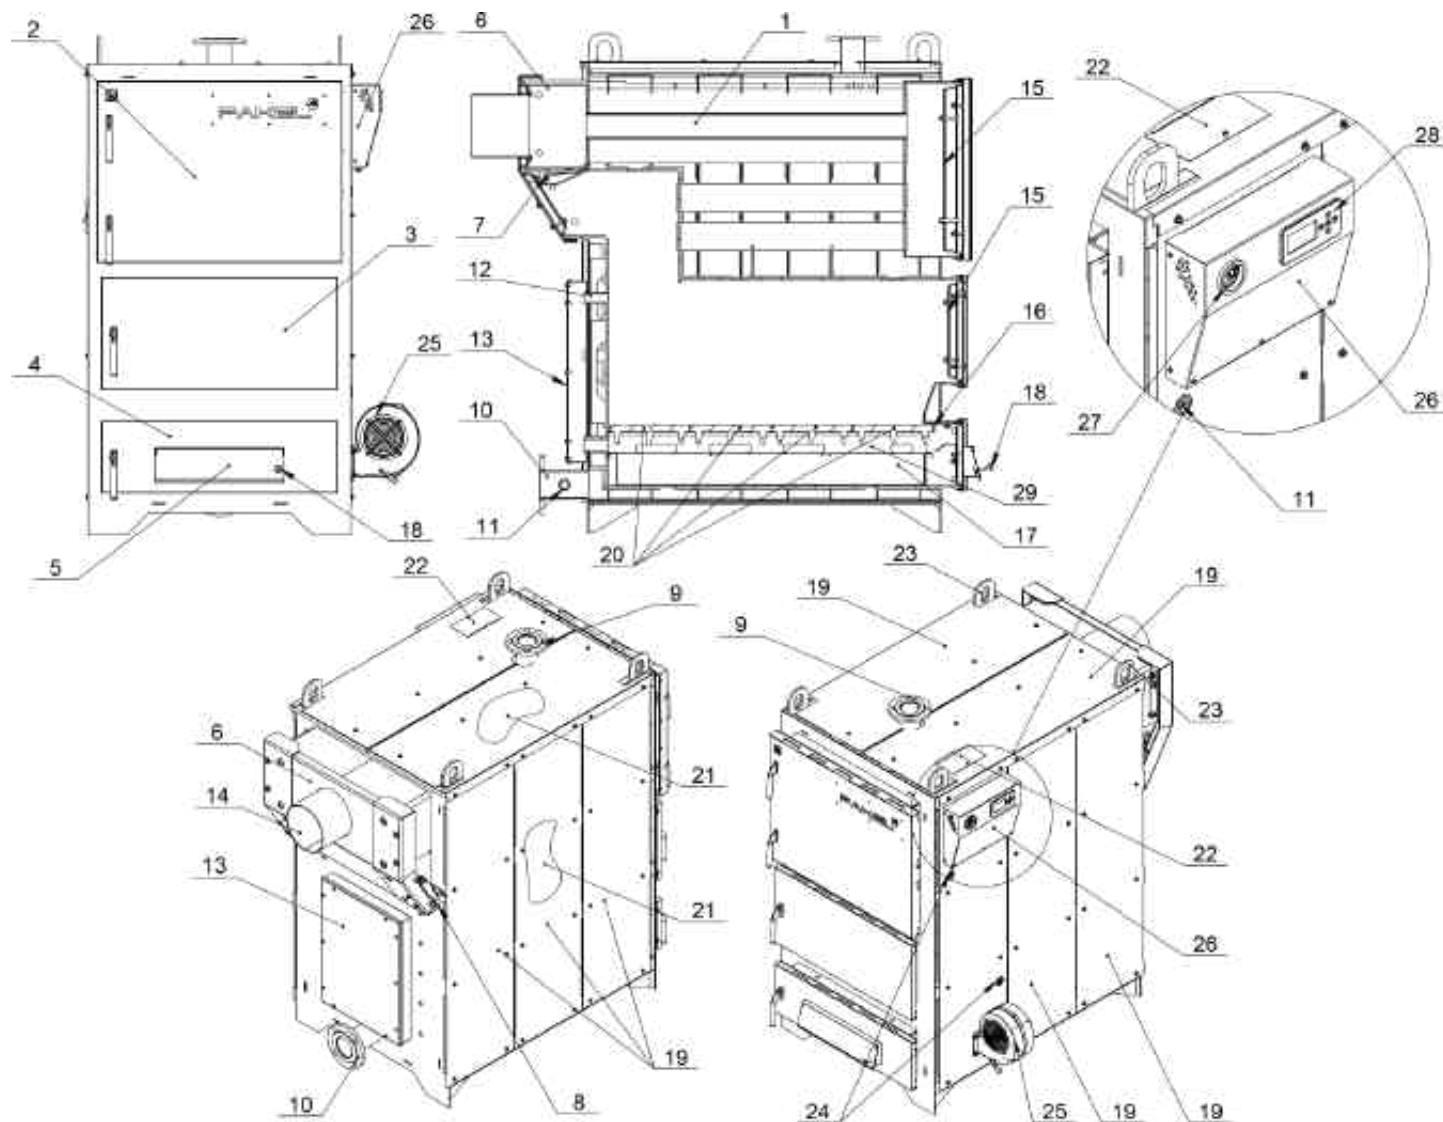
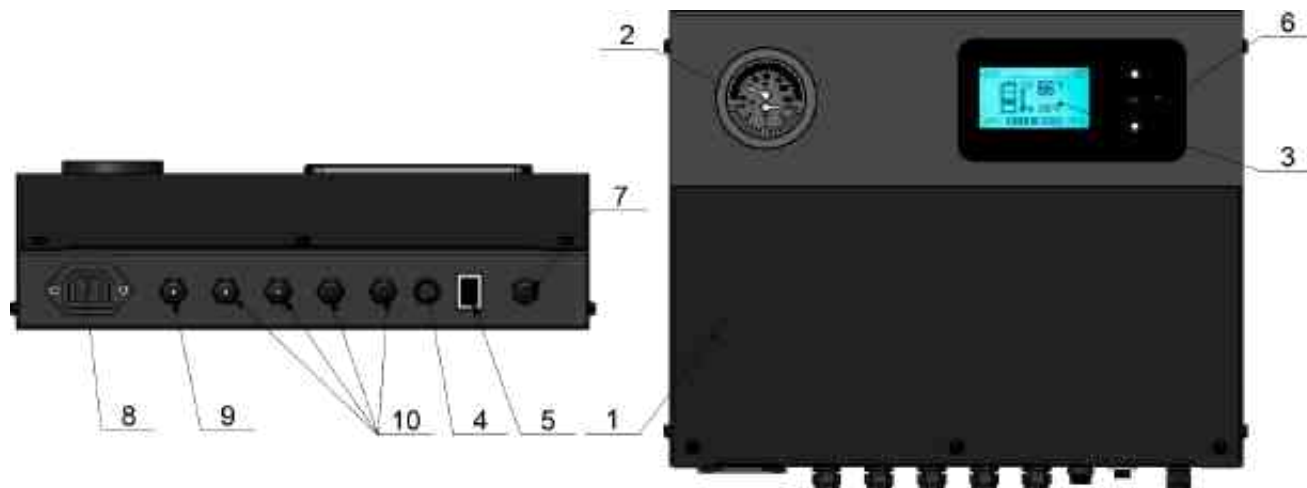

Рис. 1 Устройство котла FAKEL-M
Рис. 2 Панель управления котлом на базе контроллера ecoMAX 260
Основой котла является его корпус. Основными элементами корпуса котла являются камера сгорания и горизонтальный жаротрубный теплообменник (рис.1 поз.1), состоящий из труб конвективного пакета. Камера сгорания котла выполнена из стали толщиной 8 мм. Дымовые газы в котлах серии **FAKEL -М** совершают три хода, проходя по задней стенке котла, а затем по трубам теплообменника котла.
На лицевой части котла установлены загрузочная дверь (рис.1 поз.3), дверь обслуживания теплообменников (рис.1 поз.2) и дверца зольной камеры (рис.1 поз.4). Двери фиксируются с помощью ручек. На задней поверхности котла в зоне разворота топочных газов установлена камера дымовых газов (рис.1 поз.6).
ВНИМАНИЕ! Не допускается эксплуатация котла, с открытой дверцей чистки теплообменников (рис.1 поз.2). **В случае нарушений условий эксплуатации котла, рекламации не принимаются.**
На дверце зольной камеры располагается дверца ручной подачи первичного воздуха (рис.1 поз.5), с ручкой регулировки (рис.1 поз.18).
Пожаробезопасная зольная камера с вместительным зольным ящиком (рис.1 поз.17) удобна при чистке котла.
Наружные поверхности котла облицованы теплоизолирующим материалом (рис.1 поз.21), на основе базальтового волокна и защитно-декоративными панелями (рис.1 поз.19), которые предохраняют владельца котла от контакта с горячими поверхностями корпуса.
Загрузка и дозагрузка топлива в котел производится через загрузочную дверцу (рис.1 поз.3).
При растопке котла и чистке теплообменников предусмотрена заслонка (рис.1 поз.7). Благодаря такому конструктивному решению максимально снижена возможность попадания дыма в помещение, в котором установлен котел.
Патрубок подающей линии (рис.1 поз.9) расположен в верхней части котла, исключая тем самым скопление воздуха в корпусе котла. Патрубок обратной линии котла (рис.1 поз.10) и место установки сливного крана (рис.1 поз.11) расположены внизу котла на задней стенке.
Вентилятор наддува (рис.1 поз.25) создает избыточное давление под колосниковой зоной для улучшения процесса горения и подключается к котлу через фланец с правой стороны котла. Применение вентилятора наддува дает эффективное и более полное сжигание топлива, а также увеличение времени работы на одной загрузке топлива в котел.
Для повышения КПД, более экологического и чистого сжигания твердого топлива, в котлах предусмотрена система вторичной подачи воздуха в камеру сгорания через отдельные каналы воздуховода топки (рис.1 поз.12).
Температуру воды в котле показывает панель контроллера ecoMAX 260 (рис.1 поз.26), установленная на котел.
Котлы **FAKEL-М** укомплектованы панелью (рис.2) под управлением контроллером ecoMAX 260 (рис.1 поз.26), который регулирует работу вентилятора наддува котла (рис.1 поз.26) как по линейной (классической), так и по схеме плавной модуляции (PID регулирование). Режим PID Регулирование работает как с датчиком уходящих (дымовых) газов, так и без него.
Панель управления дополнительно оснащена дублирующим аналоговым термоманометром капиллярного типа (рис.1 поз.27).
Датчики контроллера и капиллярного термоманометра находятся в верхней части корпуса котла и защищены съемной заслонкой (рис.1 поз.22).
- Открыть дверцу топки (рис.1 поз.3) и вынуть содержимое;
- Подсоединить к патрубку дымохода (рис.1 поз.6) дымовую трубу.